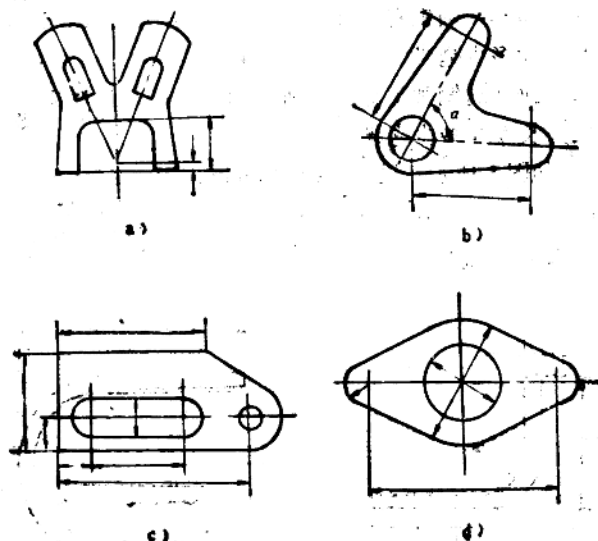

图 3
3. 图3 a 零件的画线基准是_____，图3 b 零件的画线基准是_____，图3 c 零件的画线基准是_____；图3 d 零件的画线基准是_____。